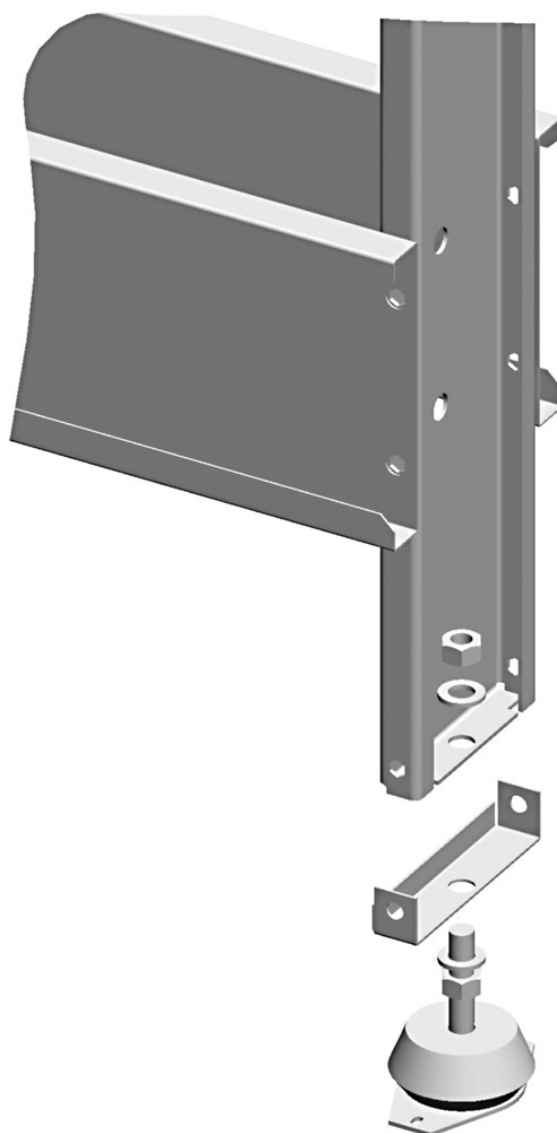

Figure 4
- 6.5 L'appareil doit être solidement fixé à la base d'appui; pour prévenir la transmission du bruit, utiliser tous les points de fixation. Utiliser éventuellement des amortisseurs. Voir Figure 4.